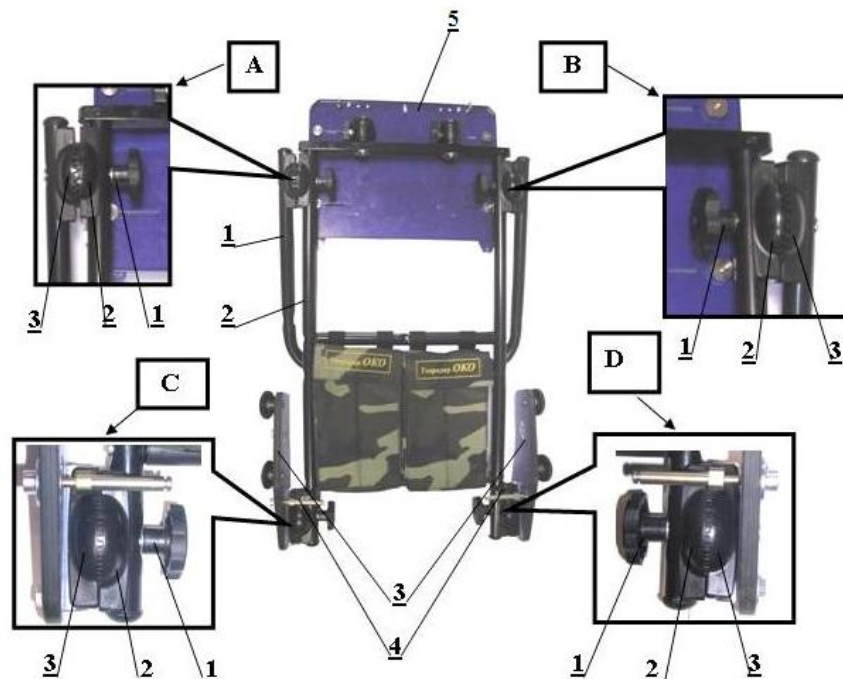
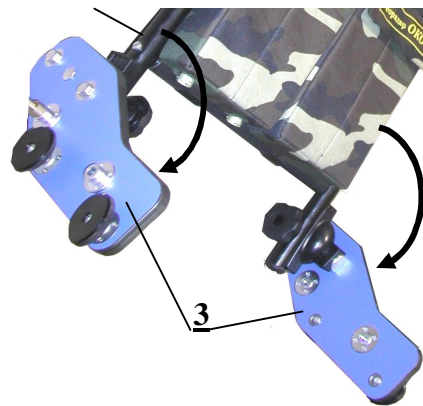

Рисунок 6.3 Корпус тележка в транспортировочном виде
Рисунок 6.4 Положение боковин поз.3 относительно рамы поз.2
Корпус тележки состоит из следующих узлов и деталей (Рис.6.3):
1. выкрутить оси поз.4 (Рис.6.3) из технологических отверстий боковин поз.3(Рис.6.3);
2. выкрутить винты поз.1 узлов С и D(Рис.6.3) до такого уровня, чтобы зубья деталей поз.2 вышли из зацепления с зубьями деталей поз.3(Рис.6.3). В результате действий боковины поз.3 должны легко вращаться на винтах поз.1 узлов С и D;
3. повернуть боковины поз.3 на угол 110 – 120 градусов (Рис.6.4) относительно рамы поз.2 и зафиксировать полученное положение, закрутив винты поз.1 узлов С и D (Рис.6.3). Зубья деталей поз.2, поз.3 узлов С и D должны войти в зацепление. Окончательная регулировка положения рамы относительно антенного блока производится после соединения тележки с антенным блоком;
4. выкрутить винты поз.1 узлов А и В (Рис.6.3) до такого уровня, чтобы зубья деталей поз.2 вышли из зацепления с зубьями деталей поз.3. В результате действий ручка тележки поз.1 должны легко вращаться на винтах поз.1 узлов А и В. Выставить ручку поз.1(Рис.6.3) в удобное для оператора положение (Рис.6.5) и зафиксировать полученное положение, закрутив винты поз.1 узлов А и В. Зубья деталей поз.2, поз.3 узлов А и В должны войти в зацепление.